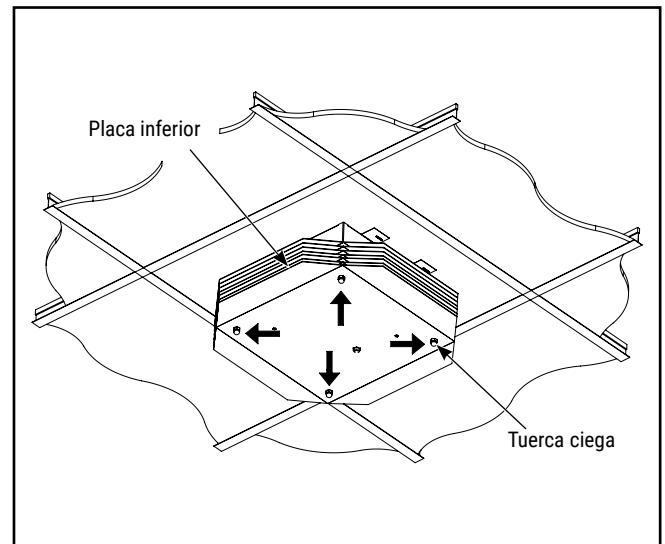

Figura 4.
1. Retire las cuatro tuercas ciegas M8 de la parte inferior de la luminaria. Esto liberará la placa inferior. (ver Figura-4)